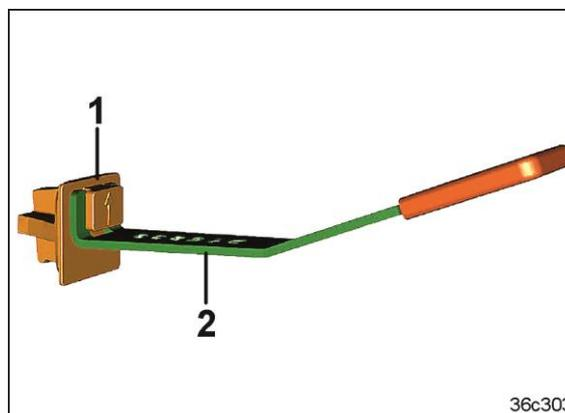

Fig. 457
2. Verschließen Sie die erforderlichen Saatgutleitungen im Verteilerkopf mit den Stopfen (Fig. 457/1). Das Montagewerkzeug (Fig. 457/2) dient zum Einsetzen der Stopfen im Verteilerkopf.
Mit den Stopfen (Fig. 457/1) lassen sich Fahrgassensegmente nicht verschließen.